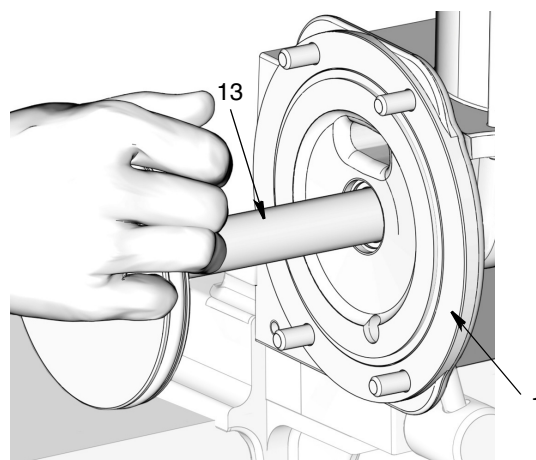

Рис. 53
- f. Нанесите тонкий слой консистентной смазки вокруг и по всей длине штока поршня (13). Осторожно толкните шток поршня в основание насоса (1), используя движения толкания и проворачивания для проталкивания штока через ранее установленные уплотнения и распорные детали (Рис. 53).